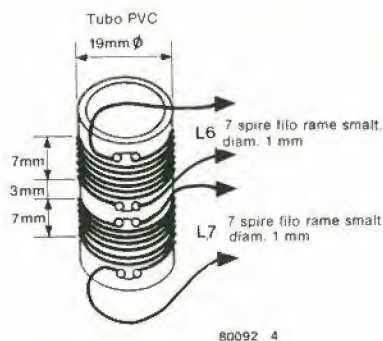
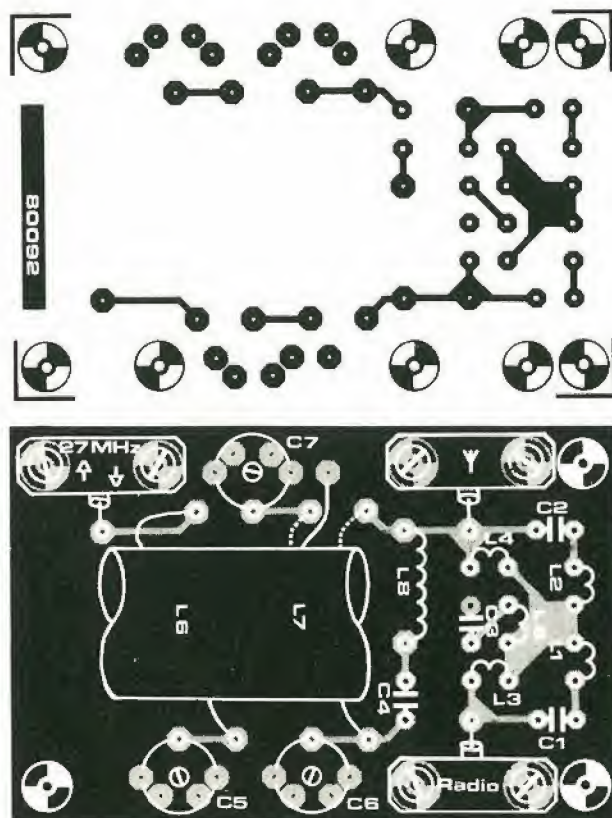
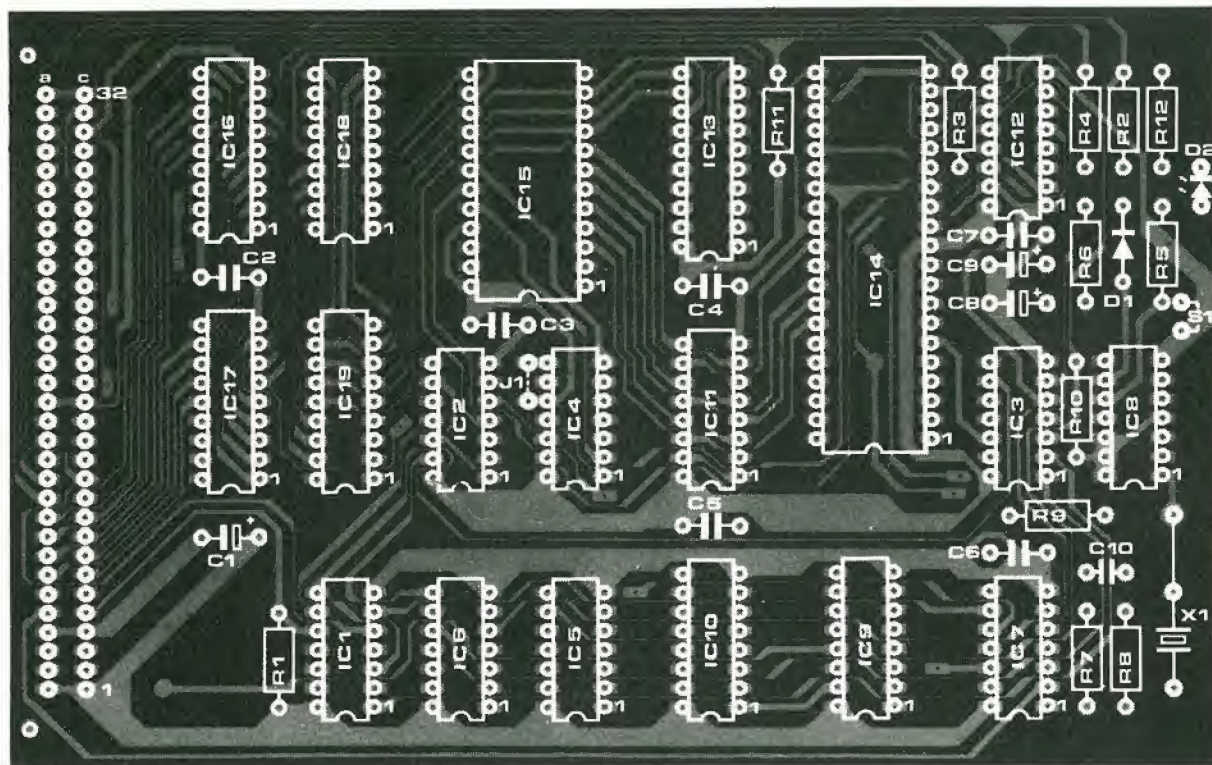

Figura 4. Le bobine L6 ed L7 possono essere avvolte, una a fianco dell'altra, su uno spezzone di tubo in PVC.
Figura 5. Il circuito stampato a doppia faccia ramata è progettato per il circuito di figura 3a, ma può anche servire per la modifica di figura 3b.
Figura 3. Disposizione dei componenti sulla scheda CPU per Z80-A.
Prima di spiegare i circuiti di modifica, ecco una breve nota sul modo di impiegare le antenne accorciate per auto. Esse hanno di solito una lunghezza pari ad $1/4 \lambda$ per la banda di radiodiffusione FM (circa 70 cm). Per quanto questa lunghezza sia troppo scarsa, l'aggiunta di una bobina di carico e di un apposito circuito (figura 3) potrà ancora farla risonare a 27 MHz.
* Vedi figura 4
Figura 3. Schema elettrico del filtro per trasmissione che dà la possibilità di usare contemporaneamente l'autoradio ed il trasmettitore da 27 MHz collegati alla medesima antenna. Se l'antenna fosse del tipo caricata al centro od all'estremità superiore, la sezione in basso dello schema dovrebbe essere sostituita dal circuito modificato che appare in figura 3b.
vi delle altre 5 si possono trovare in figura 3. L6 ed L7 si potranno avvolgere su uno spezzone di tubo in PVC secondo quanto indicato in figura 4.
Per facilitare la costruzione, è stato progettato un circuito stampato, che appare in figura 5. Una volta apprestate le bobine, il filtro potrà essere assemblato in pochi minuti. Per quanto ciò non appaia dalla figura 5, il circuito stampato è del tipo a doppia faccia ramata. Un ponticello servirà a collegare a massa il terminale freddo di L7. In questo modo si potranno apportare le modifiche necessarie per le antenne CLC e TLC (visibili in figura 3b), senza che ci sia bisogno di grosse modifiche al circuito stampato. C6 andrà saldato al posto del ponticello (e diventerà C7) e perciò non funzionerà più come compensatore di taratura di L7. Cortocircuitando mediante ponticelli C4 ed L8, il circuito diverrà uguale allo schema di figura 3b. Un punto importante da tener presente è che le linee tratteggiate che appaiono in figura 3 hanno uno scopo ben preciso. Il funzionamento ottimale del circuito sarà garantito soltanto quando la sezione "radiante" del circuito di modifica dell'antenna sarà schermata rispetto al filtro ad arresto di banda. Ciò si ottiene montando un lamierino metallico di separazione in corrispondenza alla linea tratteggiata.
- Figura 4. 7 spire di filo di rame smaltato diametro 1 mm
Figura 3. Schema elettrico dell'alimentatore di rete e caricabatterie in tampone, da impiegare con un accumulatore ermetico al piombo. Il circuito non è montato sulla basetta del rivelatore di gas.